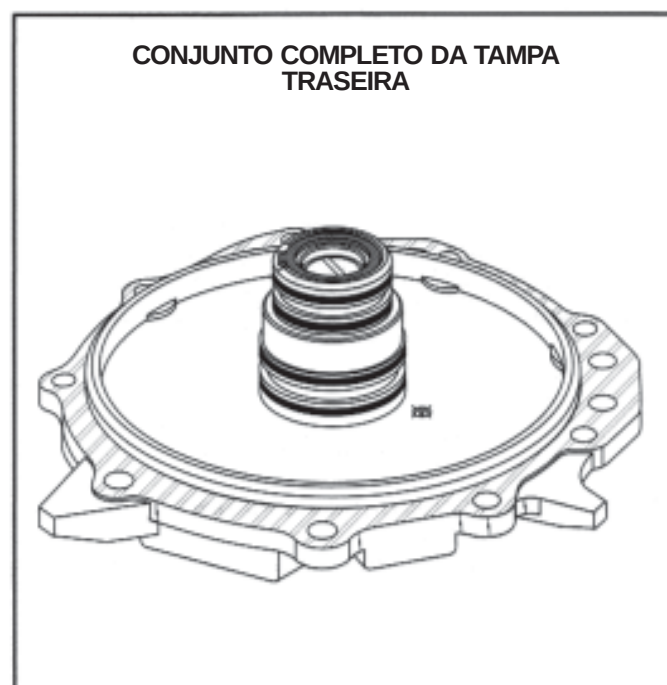

Figura 73
7. Reserve o conjunto para a montagem final (vide Figura 73.)